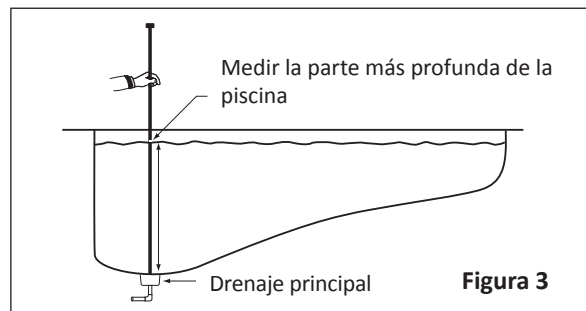

Figura 3
1. Mida la parte más profunda de la piscina. Véase Figura 3.